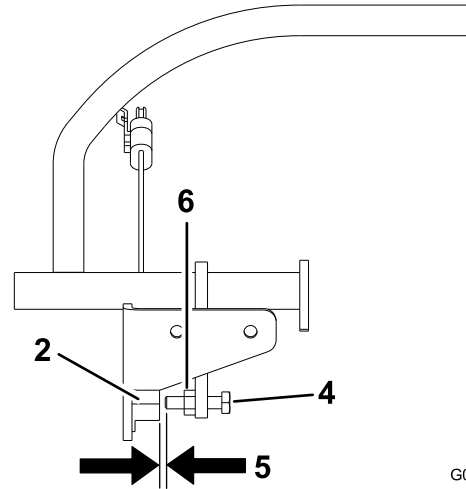

Figura 57
5. Apriete la contratuerca después de ajustar el perno (Figura 57).
1. Asegúrese de que el perno que está conectado a la palanca de control de movimiento está alineado con la diana del interruptor de proximidad (Figura 57).
2. Si es necesario, afloje los pernos y ajuste el interruptor de proximidad hasta que la diana quede alineada con el perno que está conectado a la palanca de control de movimiento (Figura 57).
3. Compruebe la distancia entre el perno y el interruptor de proximidad; debe ser de 0.51 a 1.02 mm (0.02 a 0.04 pulgadas), según se muestra en Figura 57.